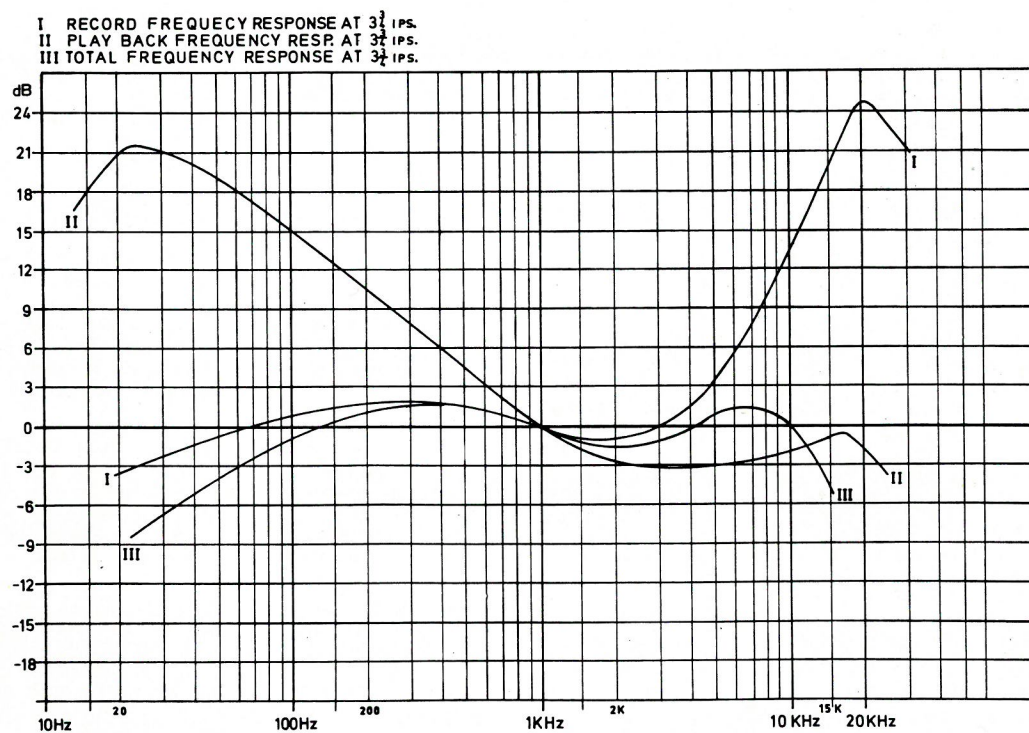

Fig. 5.
Avspilling: I forforsterkerens tilbakekoplingskompleks er C17, R24 og R25 koplet i serie. På grunn av C17 avtar tilbakekoplingen ved lavere frekvenser. Dermed oppnås en foreskrevet heving av forsterkningen i bassområdet (tidskonstant ca. 100 msek.). C18 gir en liten diskanthevning som kompenserer for diskanttap i lydhodet. C7, C12, C16 og R23 forårsaker sterkt avtagende forsterkning for frekvenser over 15 KHz. Dette for å hindre at signaler med ekstra høye frekvenser (f.eks. 100KHz fra viskeosc.) skal kunne styre ut forsterkeren. Innspilling: Ved innspilling kreves det en kraftig heving av forsterkningen i diskantområdet. Dette skjer i koplingskomplekset (R40—C28) til innspillings driver samt i denne kretsens tilbakekoplingskompleks hvor C30 er koplet til jord. Ved hastigheten $3^3/4$ "/sek. får man en heving på ca. 12dB ved 10KHz. Ved hastigheten $17/8$ "/sek. opereres en mikrobryter på hastighetsvender. Bryteren kopler C29 i parallell med C30, og en heving på 12dB oppnås allerede ved 6 KHz. Den før omtalte basshevning i forforsterker fjernes ved at R26 koples i parallell med C17 (kont. 13—14 på skyvevender). Se ellers kurver på fig. 5, side 9.
6. Frekvensområde: Skal ligge innen et område 40Hz—12kHz $\pm$ 3dB ved total inn/avspilling med høyeste båndhastighet. Se ellers kurver på fig. 5.